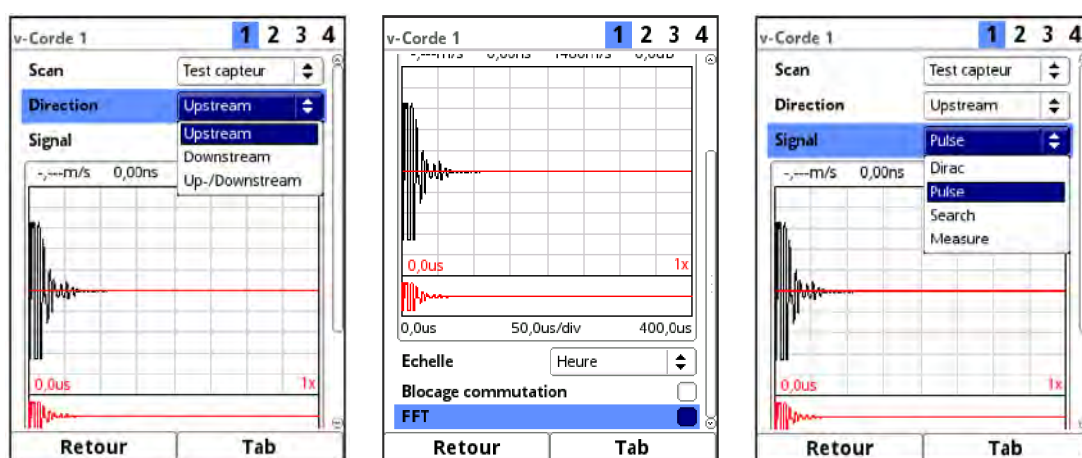

Fig. 44-6 Test capteur
- **Test capteur** (Fig. 44-6)